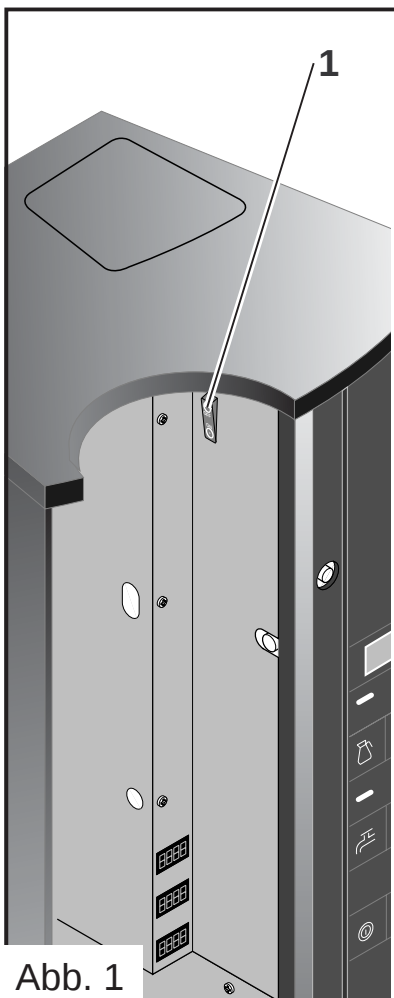

Abb. 1
- An jedem Zähler kann die Gesamtanzahl der ausgegebenen Getränke abgelesen werden (Abb.1) z.B.:
- Zähler für Kaffee oder Tee (1)
Vor Beginn der Reinigungsarbeiten, das Gerät am Hauptschalter (1) ausschalten. (Abb.1)